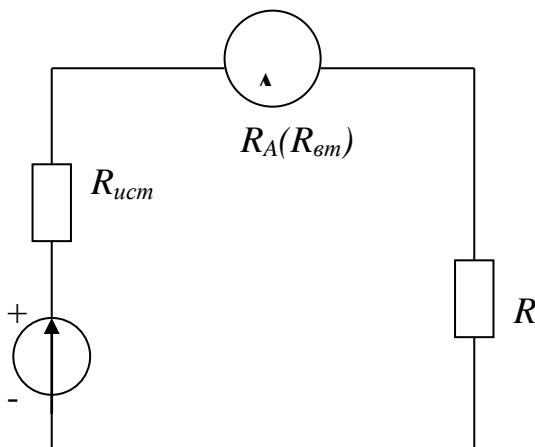

Рис. 1. Включение амперметра в электрическую цепь.
**Измерение тока.** В электрическую цепь включается измеритель тока (рис. 1).
**Задача 2.** В электрическую цепь (см. рис.1), состоящую из источника  $E$ ,  $R_{ucm} = 2$  Ом и  $R = 100$  Ом, включен миллиамперметр М260М класса точности  $K_P$ ;  $R_{BT} = 2$  Ом с конечным значением шкалы 100 мА. Показание прибора  $I$ .
Выбранный прибор должен обеспечить наименьшую общую погрешность измерения тока  $I$  в схеме рис.1, состоящий из источника  $E$ ,  $R_{ucm}$ ,  $R$ .